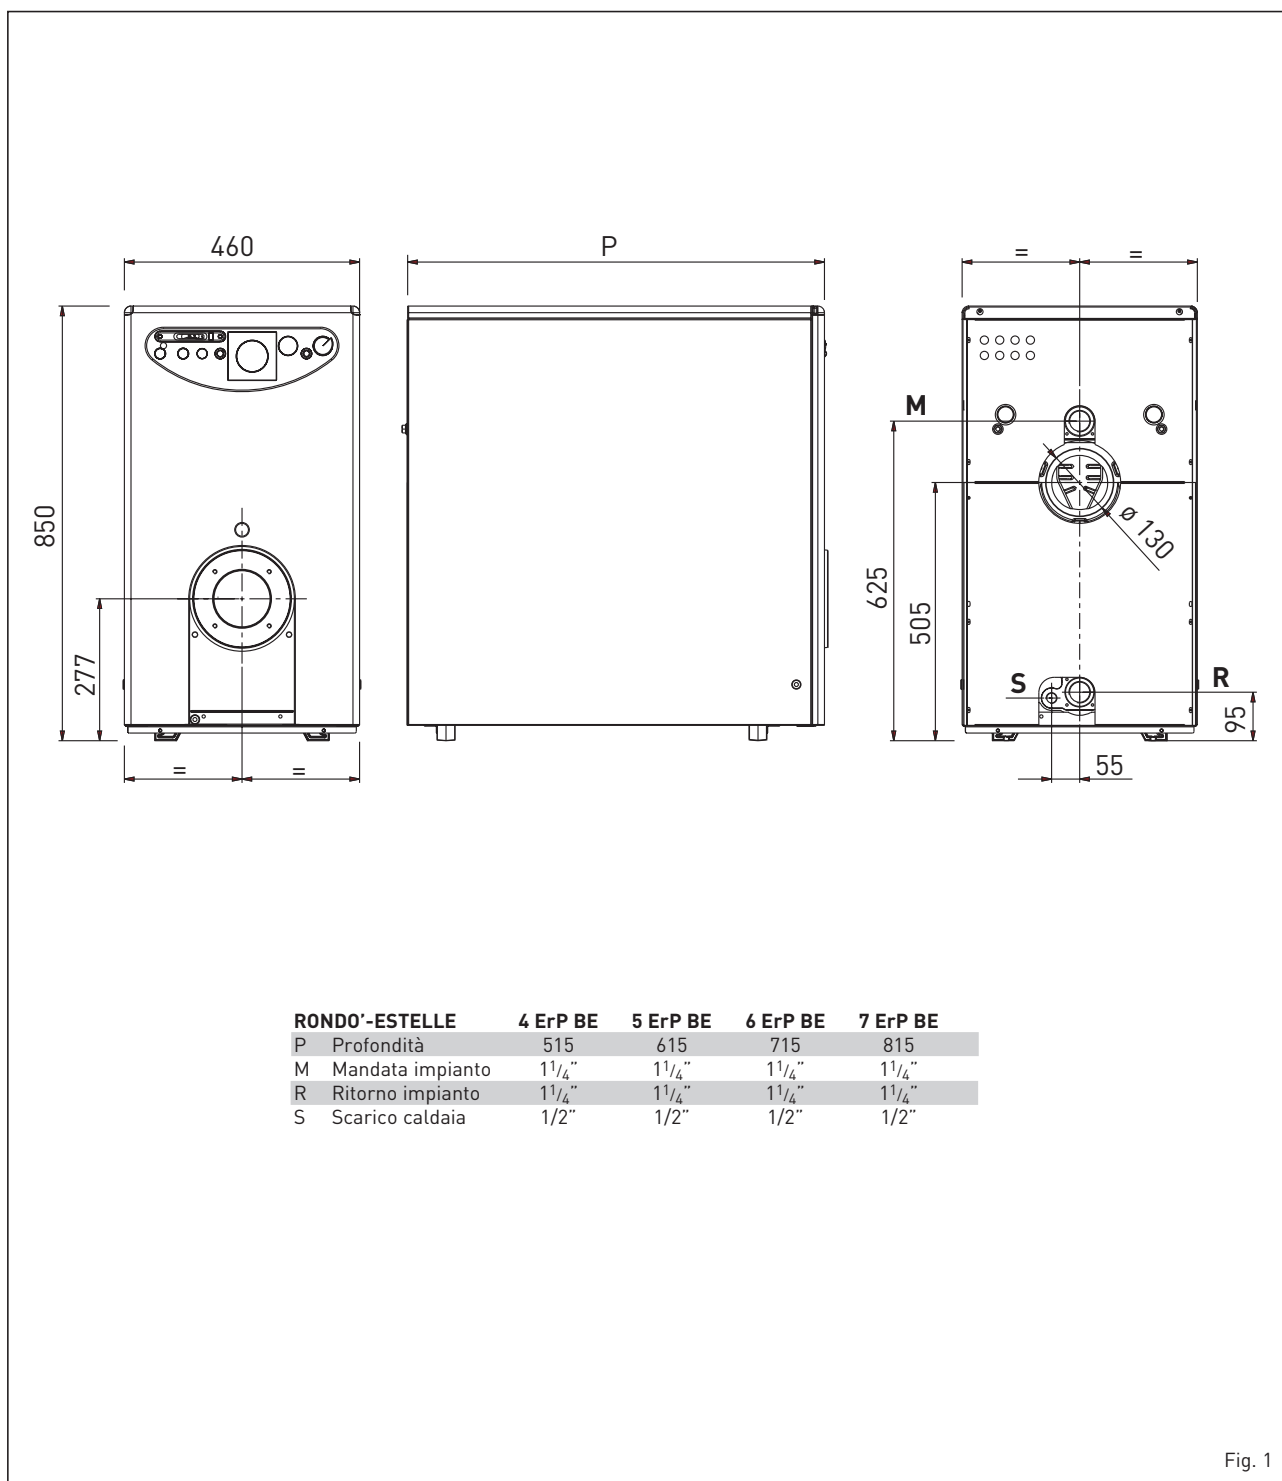

Fig. 1
1.2 DIMENSIONI (fig. 1)
1.2.1 Targa dati tecnici (fig. 1/a)